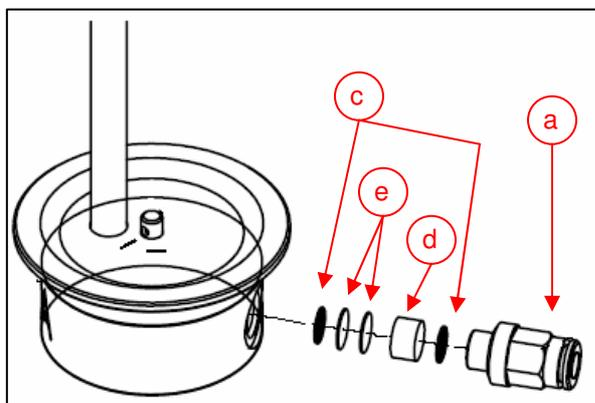

Abb. 9 - Filter im Tank 70 – 250 µm
- Druckluftschlauch aus Push-in Verschraubung (Abb. 9+10 a) herausziehen.
- Push-in Verschraubung (Abb. 9+10 a) herausschrauben.
- Filtersatz (Abb. 9+10 b, c, d, e) entfernen.
- Dazu zuerst ein Sieb (Abb. 9+10 c) in die Mischkammer einlegen
- Nun 1 Vlies Filter grob (Abb. 9+10 d) einsetzen
- Zum Schluss wieder ein Sieb (Abb. 9+10 c) einlegen.
- Push-in Verschraubung (Abb. 9+10 a) in die Mischkammer einschrauben
- Druckluftschlauch in Push-in Verschraubung (Abb. 9+10 a) bis zum Anschlag einstecken